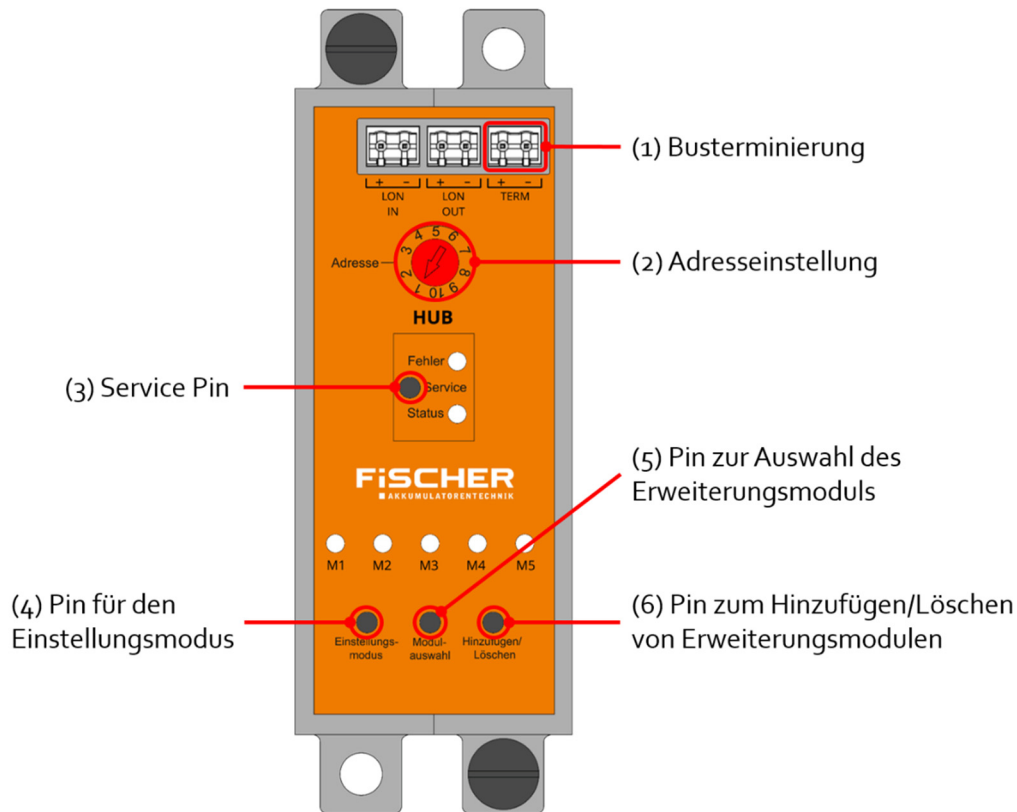

Abbildung 5 ZBX-LONHUB Kontrollmodul
Um Interferenzen auf dem Bus zu vermeiden sollte der LON₃ Bus terminiert werden. Hierzu ist am ZBX-LONHUB Kontrollmodul eine separate Anschlussklemme vorgesehen. Dieser Anschluss enthält bereits den benötigten Terminierungswiderstand. Eine Kurzschluss bzw. eine Drahtbrücke zwischen den beiden Anschlussklemmen genügt, um den LON₃ Bus zu terminieren (siehe Abbildung 5 ZBX-LONHUB Kontrollmodul).
Drehen Sie das Rad (2) zum Einstellen der Adresse am ZBX-LONHUB Kontrollmodul (siehe Abbildung 5 ZBX-LONHUB Kontrollmodul) an die gewünschte Position (1 – 10). Bei der Installation mehrerer ZBX-UVs darf jede Adresse 1 – 10 nur einmal vergeben werden. Eine doppelte Vergabe der Adresse führt zu Fehlfunktionen. Somit können maximal 10 ZBX-UV an einer ZBX Anlage betrieben werden.
Sobald im Display die Meldung **Drücken Service Schalter** erscheint, muss an der ZBX-UV am ZBX-LONHUB der Service Pin (3) (siehe Abbildung 5 ZBX-LONHUB Kontrollmodul) gedrückt werden. Gehen Sie hierzu zur ZBX-UV. Die Service LED des ZBX-LONHUB Moduls sollte grün blinken.
Die Installation der ZBX-UV Erweiterungsmodule kann am ZBX-LONHUB Modul über die Pins (4), (5) und (6) erfolgen (siehe Abbildung 5 ZBX-LONHUB Kontrollmodul).
1. Zuerst Pin (4) **Einstellungsmodus** drücken.
2. Als nächstes Pin (5) **Modulwahl** so oft drücken, bis die entsprechende Status LED (z.B. M₃ für Erweiterungsmodul Nr. 3) anfängt zu blinken.
4. Zum Abschluss Pin (6) **Hinzufügen/Löschen** drücken.